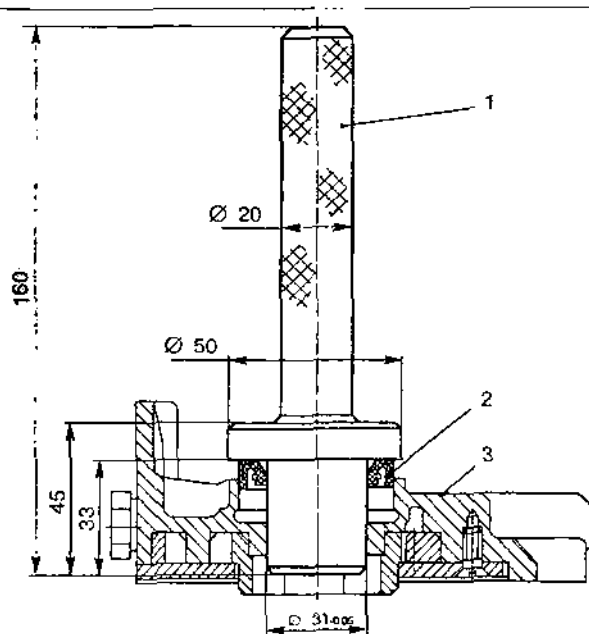

Рис. 2.34.1. Запрессовка манжеты в корпус масляного насоса: 1 - оправка М9840-879; 2 - манжета; 3 - корпус масляного насоса.
2. Не допуская перекоса, запрессовать манжету оправкой М9840-879 в корпус масляного насоса. При запрессовке манжеты проследить, чтобы не соскочили пружины (рис. 2.34.1).